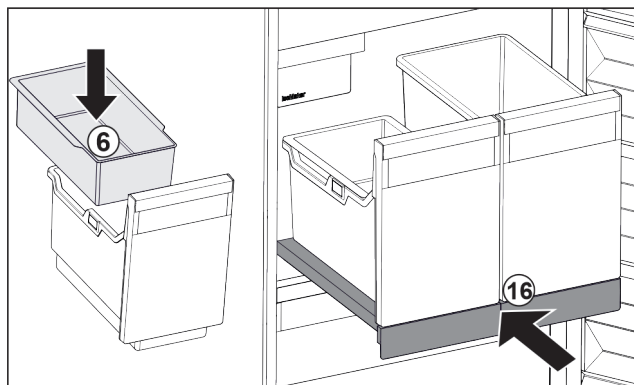

Fig. 176
- ▶ Вставьте навесной лоток Fig. 176 (6) для кубиков льда.
- ▶ Вставьте выдвижную панель с контейнером (IceTower). Fig. 176 (16)